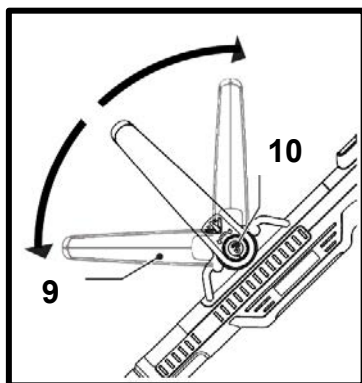

Рис.15
- Отпустить кнопку фиксации (8).
7.9. Регулировка положения дополнительной рукоятки (Рис.15).
- Ослабить винт регулировки положения и крепления (10) дополнительной рукоятки (9) Рис.15.
- Затянуть винт регулировки положения и крепления (10).